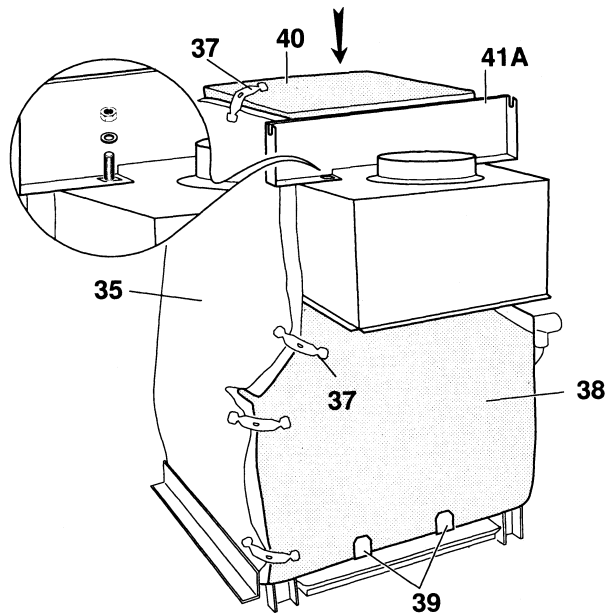

Рис. 22
- Изоляцию (38) задней части протолкнуть между корпусом котла и внизу под двумя держателями (39).
- Правую и левую части изоляции протолкнуть под изоляцией боковых стенок (35) и прикрепить к ним жестяными скобами (37).
- Верхнюю изоляцию (40) наложить на коллектор дымовых газов и прикрепить жестяными скобами (37) к изоляции боковых стенок (35).
- Отопительный котел из 9 секций (рис. 22)